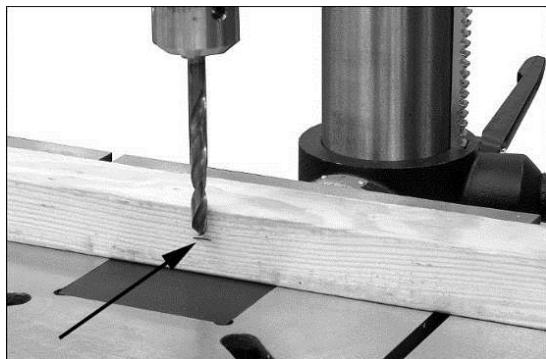

Fig 21
tourner le levier d'avancement (D) jusqu'à la marque (Fig 21).